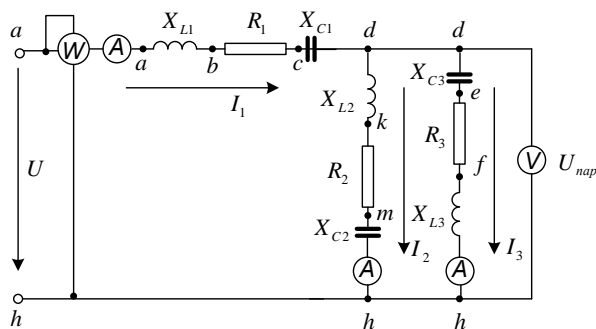

Рис. 1.1
1. По базе данных (табл. 1.1) для своего варианта определить параметры электрической цепи (рис. 1.1), питающей от сети синусоидального тока с напряжением U